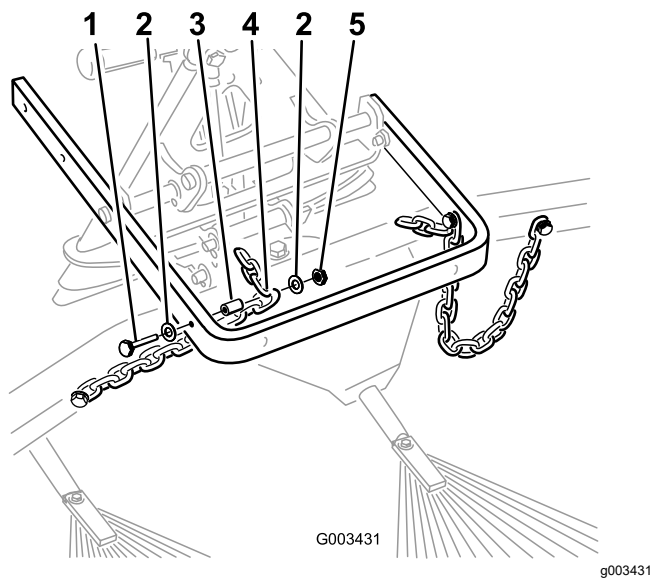

Figura 10
- Fixai a treia verigă a fiecărui lan la exteriorul braului de ridicare (Figura 10) utilizând un urub ($\frac{3}{8} \times 2\text{-}1/2''$), 2 aibe ($\frac{3}{8} \times \frac{7}{8}''$), un distanțier i o contrapiuliă ($\frac{3}{8}''$).